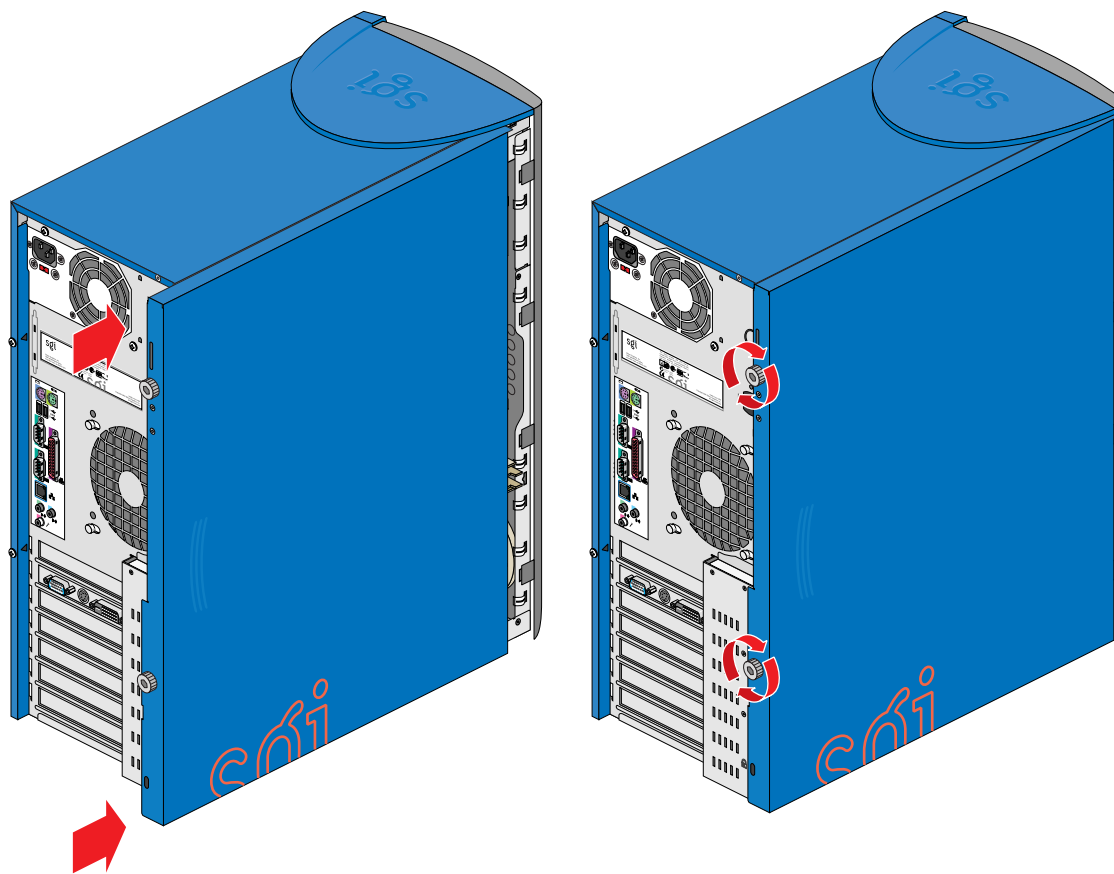

図2-33 サイドパネルを本来の場所にすべらせる
- サイドパネルが本来の場所にピッタリはまるまで、サイドパネルを本体の前方にすべらせてください。その手順を図2-33に図示します。